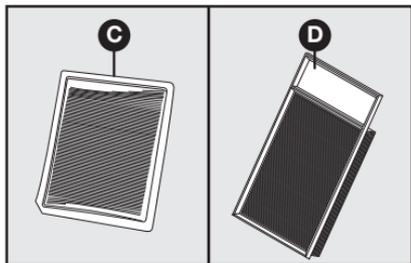

fig. 13
- Remover o elemento filtrante **C-fig. 13**;
Remover o elemento filtrante **C-fig. 13** para motores 1.4 ou **D-fig. 13** para motores 1.6 e 1.8.